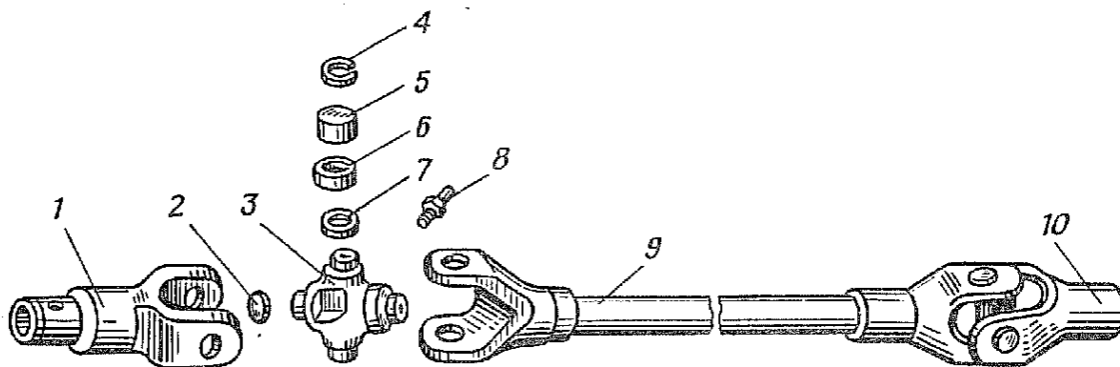

Рис. 192. Детали карданного вала рулевого управления:
1.1. Снять стопорные кольца 4 (рис. 192) игольчатых подшипников 5 нижнего конца карданного вала 9 (щипцы для стопорных колец).
1.3. Выпрессовать нижний подшипник 5 (рис. 192), сняв обойму 6 сальника и сальник 7; снять струбцину (струбцина).
3.1. Ввернуть в крестовины 3 (рис. 192) масленки 8 (ключ 10).